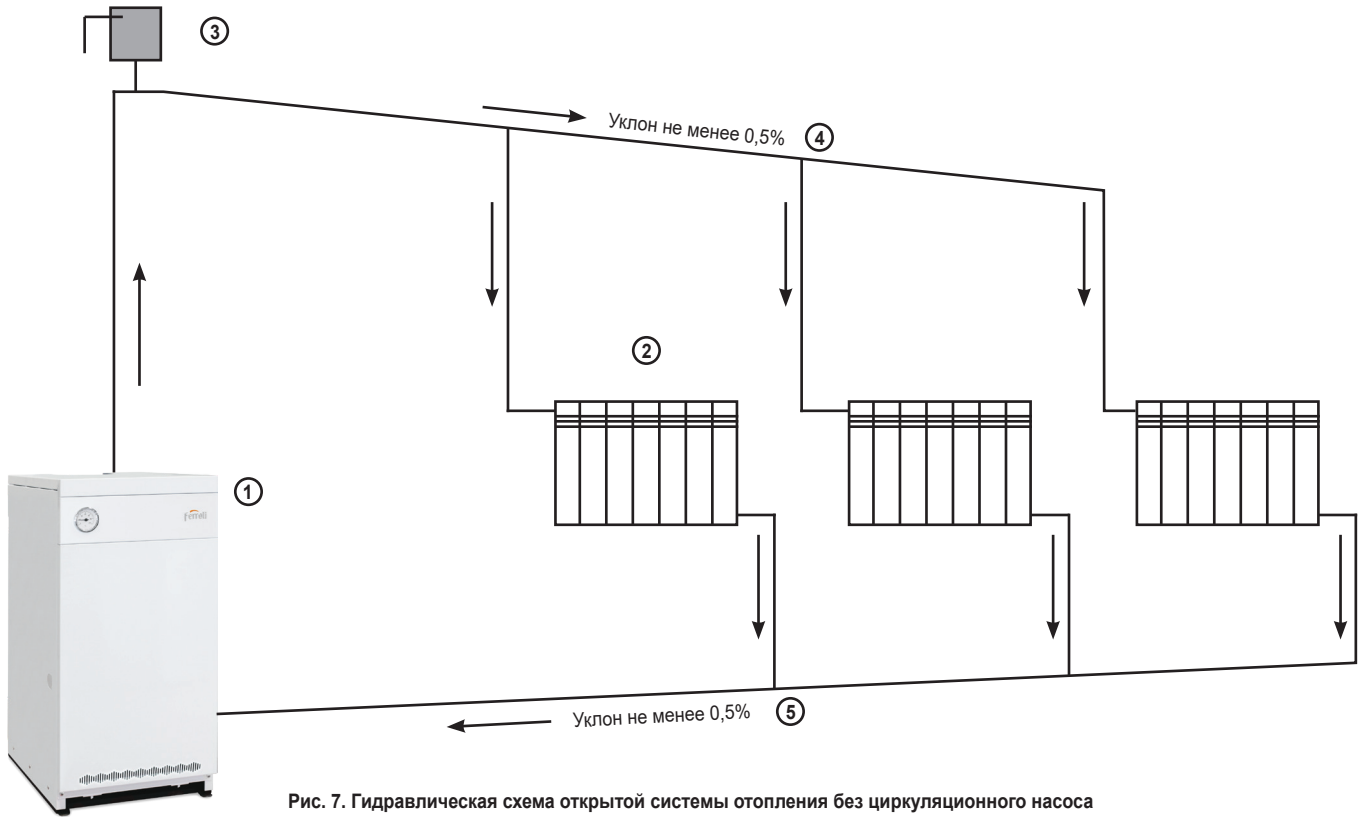

Рис. 7. Гидравлическая схема открытой системы отопления без циркуляционного насоса
5.6 При использовании открытой системы отопления (рис. 7) котел желательно установить ниже нагревательных приборов так, чтобы середина нижнего ряда нагревательных приборов была приблизительно на уровне верхней крышки котла.
- Обозначения на рис. 7 и 8